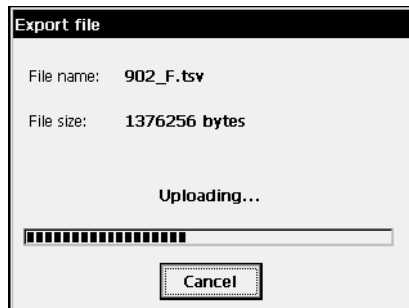

Figura 2-137. Exportar Fichero
- **Fin**: abre la pantalla *Exportar Fichero* que refleja el estado de la exportación del fichero seleccionado (Figura 2-137).